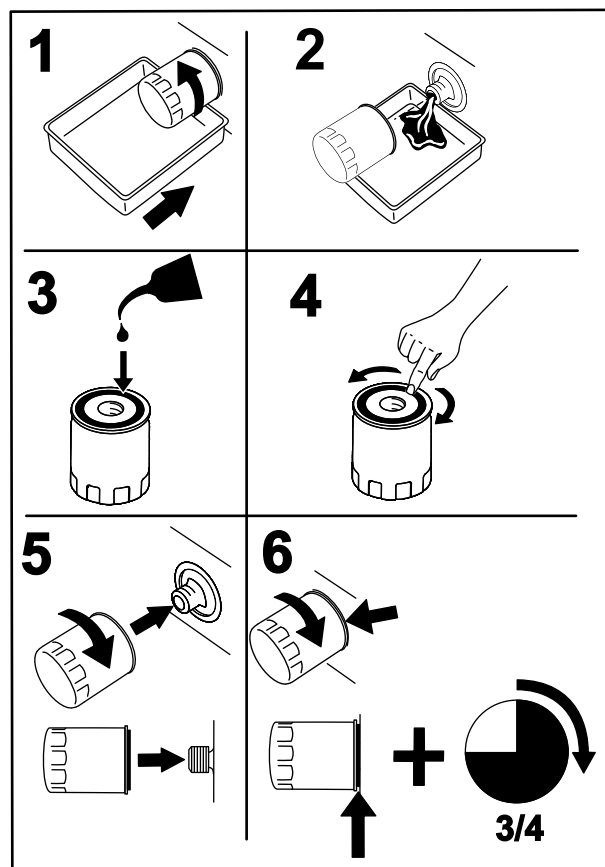

図 41
4. フィルタの下に廃油受けを置き、フィルタを左に回して外す 図 41。